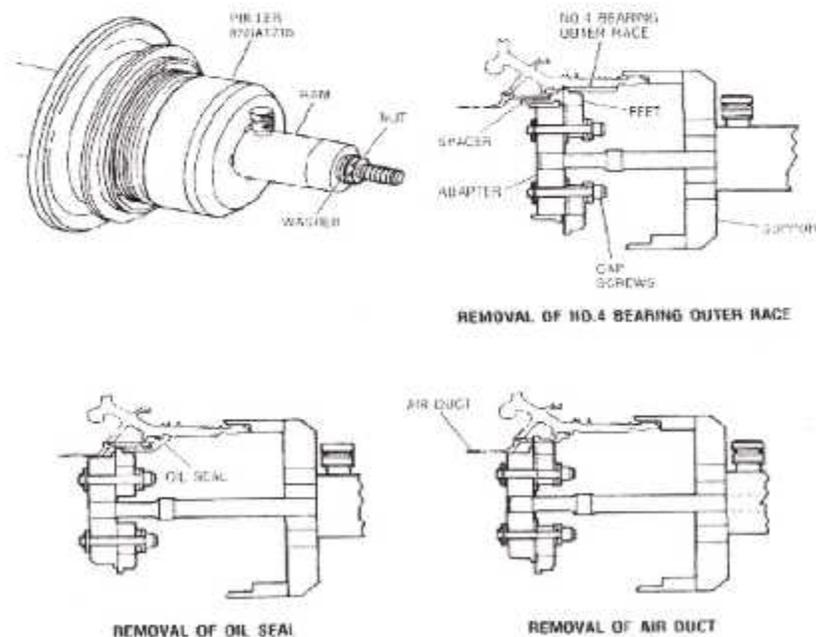

Fig. III. 83 : Dépose de la Cage Extérieure du Roulement.04, Joint de Retenue d'Huile et la tuyère d'Air.
2. On dépose la cage extérieure du roulement No. 4, joint de retenue d'huile, et manche à air comme suit. (fig.III. 83).